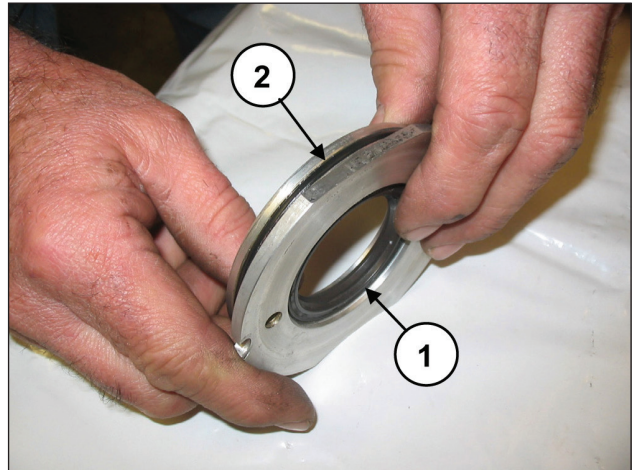

图165
更换油封（部件号①，图165）和外部O形圈（部件号②，图165）。